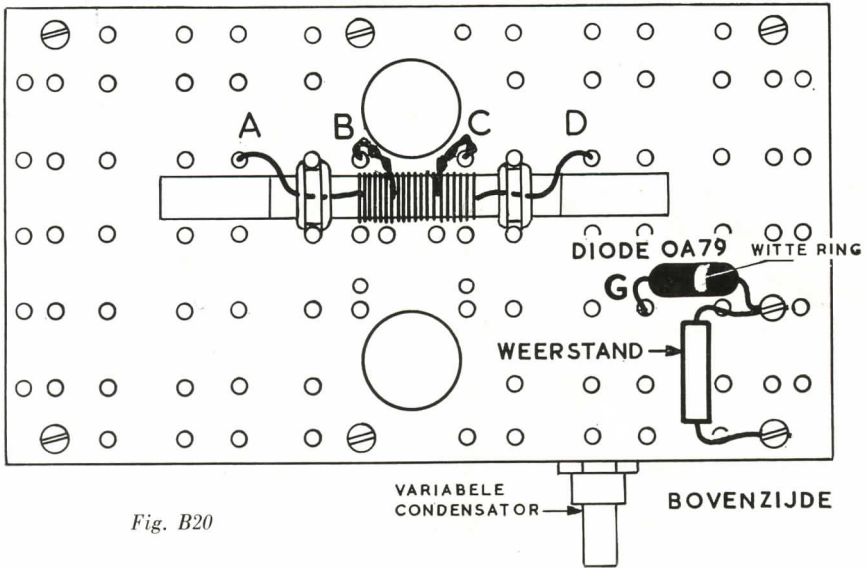
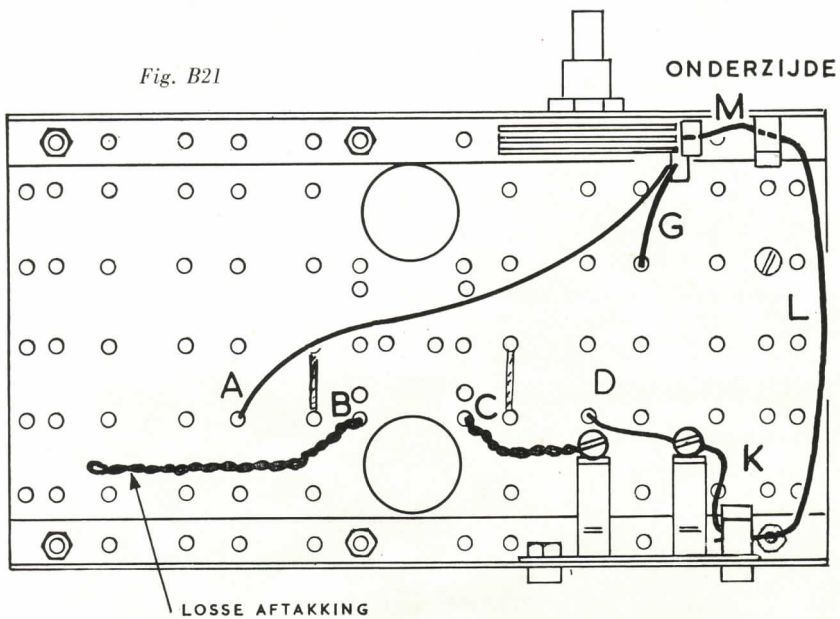
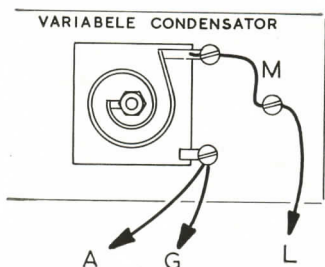

Fig. B20
Fig. B21
Fig. B22
17. Monteer de **weerstand** en de **diode OA 79** aan de bovenzijde volgens figuur B20, zie blz. 17. De witte ring op de diode moet aan de zijde van de weerstand komen. Eén van de aansluitdraden van de diode (deze draad is in fig. B20 gemerkt met de letter **G**) verdwijnt door een gat in de bruine isolatieplaat naar de onderzijde. In figuur B21 en figuur B22 kun je zien, dat deze draad **G** moet worden vastgezet in de klem aan de variabele condensator, die het dichtst bij de bruine isolatieplaat is gelegen.
18. Nu gaan we de **spoel** aansluiten. Steek de vier aansluitdraden door gaatjes in de bruine isolatieplaat (zie figuur B20) en zet drie van deze draden aan de onderzijde vast in de klemmen, die in figuur B21 zijn aangegeven: twee aan de stekerbuisplaat en één aan de variabele condensator. De aansluitdraden van de spoel zijn in beide tekeningen met dezelfde letters (**A**, **B**, **C** en **D**) aangegeven. Aansluitdraad **B** hoeft in de „Pionier I” niet te worden aangesloten. Rol deze draad maar in elkaar en zorg er voor, dat hij geen onderdelen, montageplaat of andere draden raakt.
19. Leg de draad M van de tweede klem aan de variabele condensator naar de klem aan de metalen montageplaat, zie figuur 21 op blz. 17 en figuur B22.
Het prinsipeschema van de „Pionier I” met de Philips universeelspoel PP 11 is in figuur 5 getekend. De cijfers bij de spoel komen overeen met de cijfers, die in figuur 6 bij de aansluitlippen van de spoel zijn gezet. Het merkteken bestaat uit een gaatje, dat aan één zijde in het bruine isolatieplaatje aan de onderzijde van de spoel is aangebracht. De letters die bij de draden aan de aansluitlippen zijn aangegeven, komen overeen met de letters die in de bouwtekeningen zijn gebruikt (figuur B20, B21 en B22).